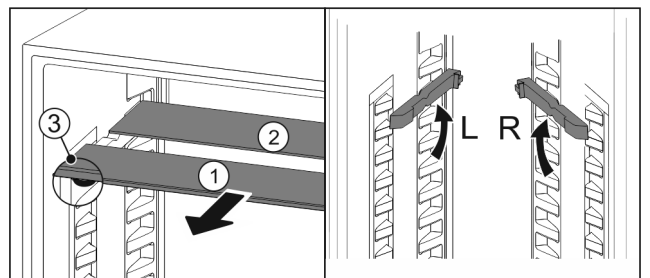

Fig. 139
- ▶ Glasplatten einzeln nach vorne herausziehen Fig. 139 (1).
- ▷ Glasplatte *Fig. 139 (1)* mit Zierleiste liegt vorne.
- ▷ Stopps *Fig. 139 (3)* zeigen nach unten.